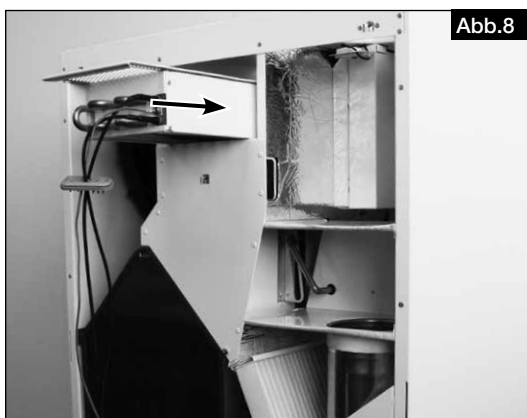

Abb. 8
5. Vorheizung mit dem Gitter nach oben in den Außenluftschacht einschieben (s. Abb. 8).